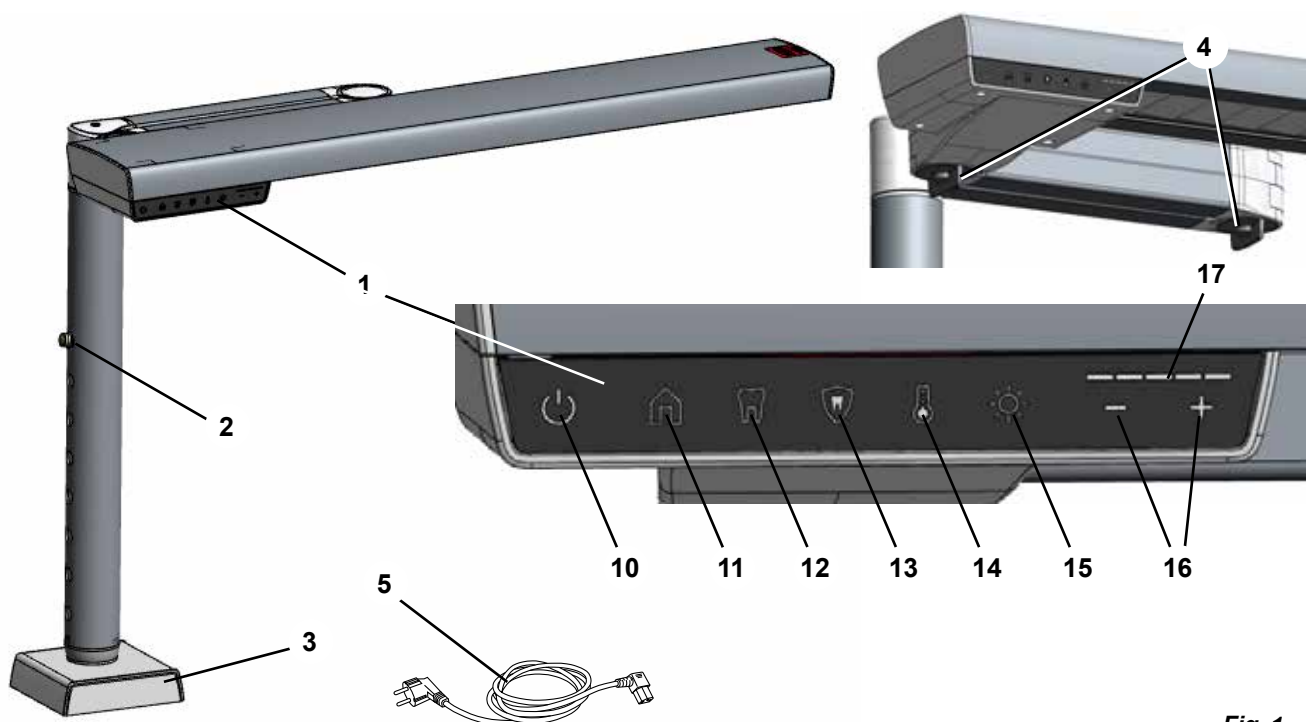

Fig. 1
- ⇒ Pressionar o travamento de regulação em altura (2, Fig. 1) e puxar o tubo interior na base para a posição máxima.
Para determinar o local de montagem adequado, afrouxe a trava da junta (4, Fig. 1) e verifique se é possível mover a luminária de trabalho para a posição ideal descrita anteriormente (capítulo 4.2.1).
- ♦ O botão Brightness (15, Fig. 1) é aceso.
- ♦ O valor atual do brilho é indicado no visor de intensity (17, Fig. 1).